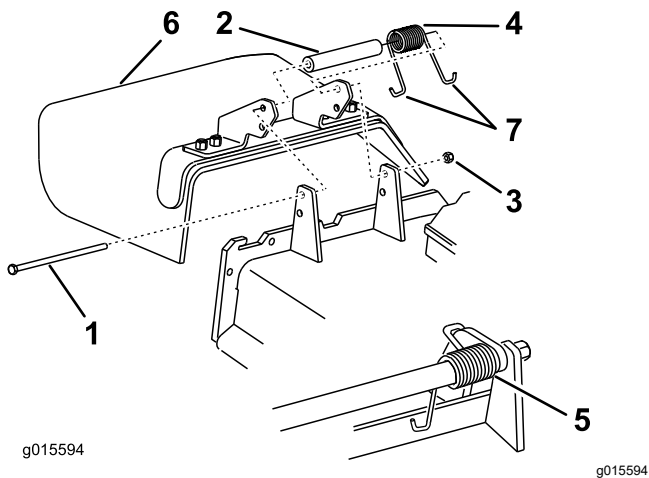

Figura 85
1. Togliete il dado di bloccaggio, il bullone, la molla e il distanziale che fissano il deflettore alle staffe orientabili del tosaerba (Figura 85).
2. Togliete il deflettore di sfalcio se è danneggiato o consumato (Figura 85).
Nota: Verificate che un'estremità a gancio J della molla si trovi dietro il bordo del piatto di taglio prima di montare il bullone, come illustrato nella Figura 85.
6. Infilate l'estremità a gancio J della molla attorno al deflettore dello sfalcio (Figura 85).